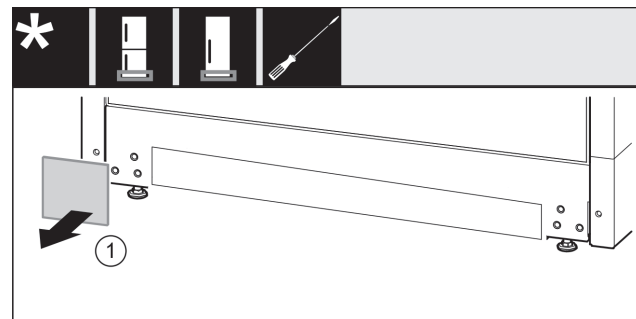

Fig. 20
- ▶ Abdeckung Fig. 20 (1) abnehmen.